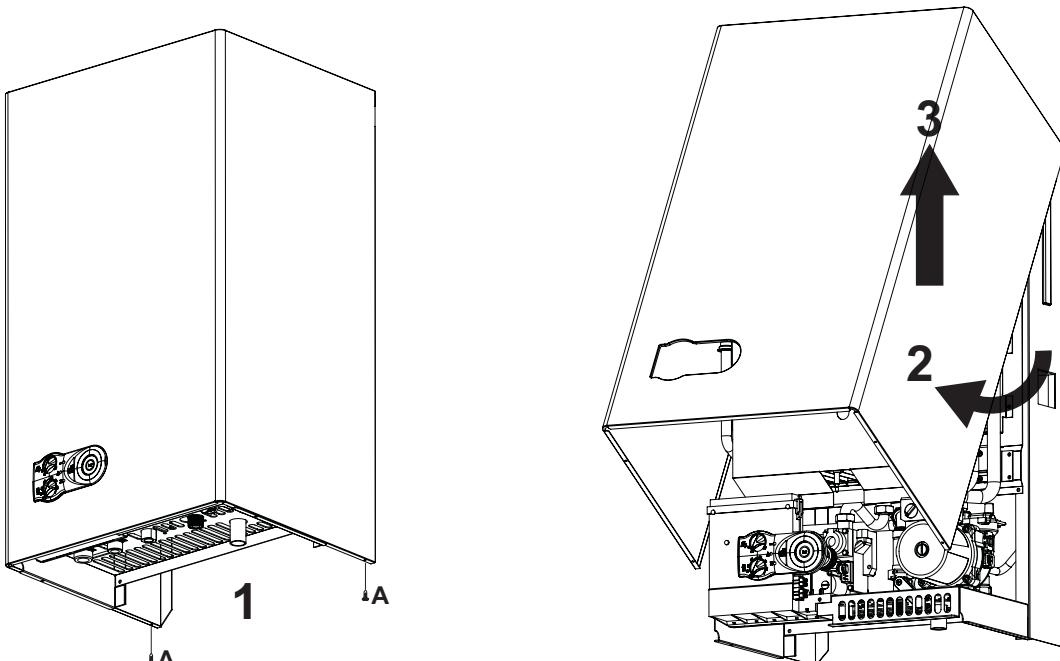

рис. 11 - Снятие кожуха
- Отвинтите винты "A" (см. рис. 11).
- Поверните кожух (см. рис. 11).